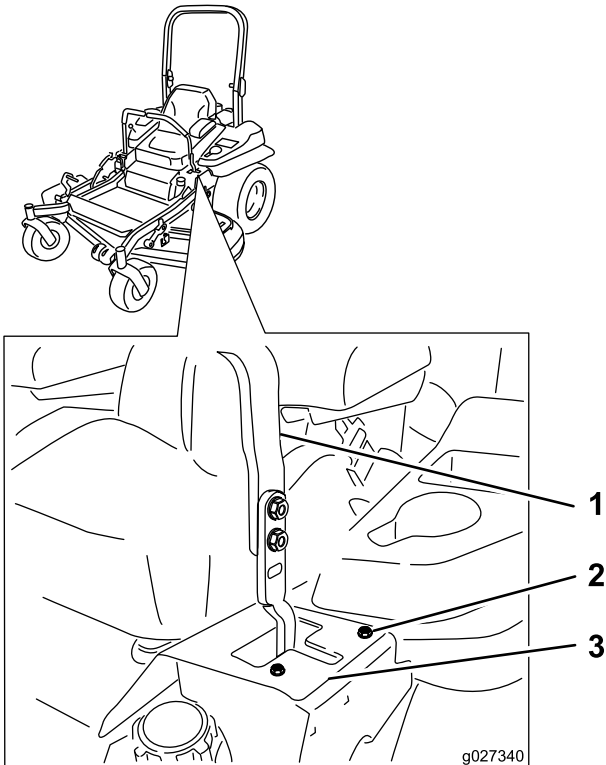

Figura 58
6. Si la máquina se desvía hacia la derecha, afloje los pernos y ajuste la chapa del tope izquierdo hacia atrás en la ranura en T de la izquierda hasta que la máquina avance en línea recta (Figura 58).
7. Si la máquina se desvía hacia la izquierda, afloje los pernos y ajuste la chapa del tope derecho hacia atrás en la ranura en T de la derecha hasta que la máquina avance en línea recta (Figura 58).
8. Apriete la chapa del tope (Figura 58).